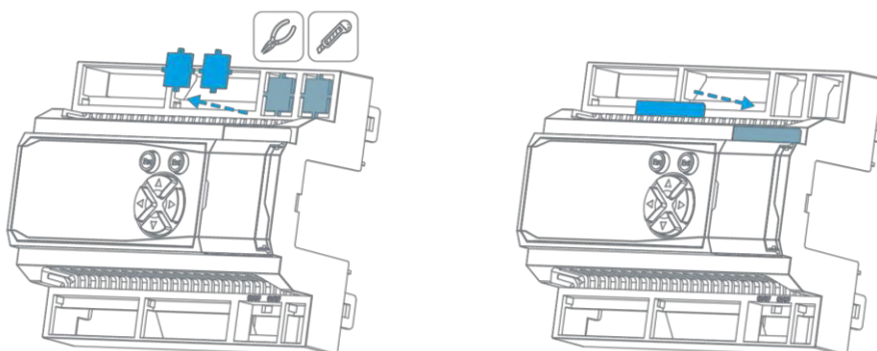

Рис. 68 – Удаление заглушек, наклейка шильдика
- В зависимости от типа выбранного сетевого модуля, удалите одну или обе заглушки корпуса, и приклейте маркировочный шильдик из его комплекта поставки как показано на Рис. 68;